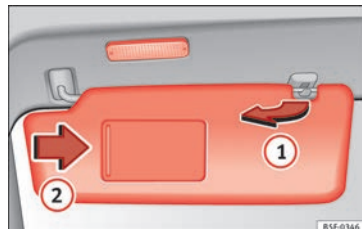

Fig. 146 Parasol.
- El parasol puede extraerse de la fijación y girarse hacia la puerta» **fig. 146 ①**.